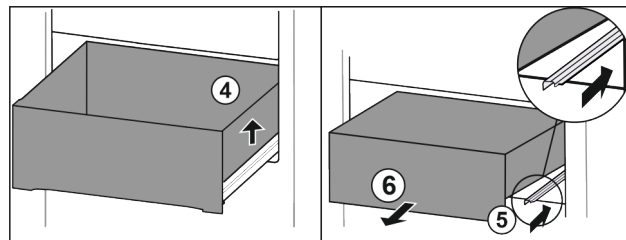

Fig. 75
- Soulever le tiroir sur la droite. Fig. 75 (4)
- Rentrer le rail de droite. Fig. 75 (5)
- Retirer le tiroir par l'avant. Fig. 75 (6)